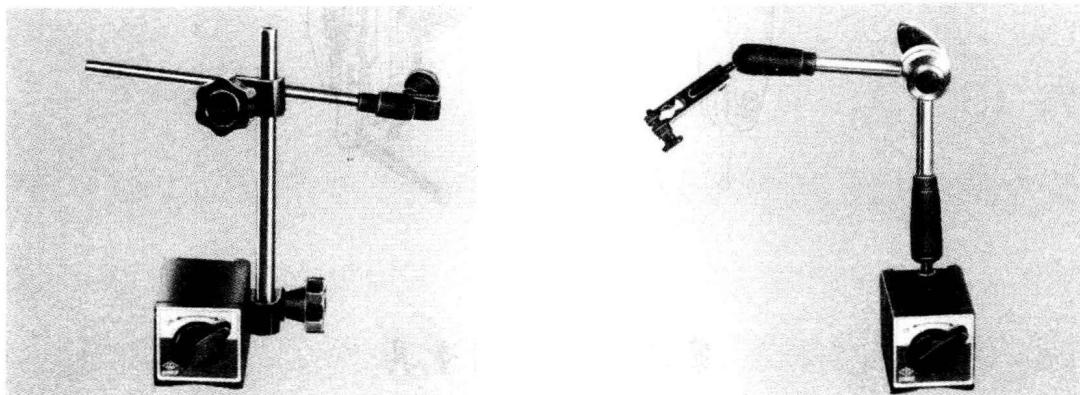

图 1-19 磁力表架
(1) 百分表装在相应的表架(图 1-19)或专门的夹具上。